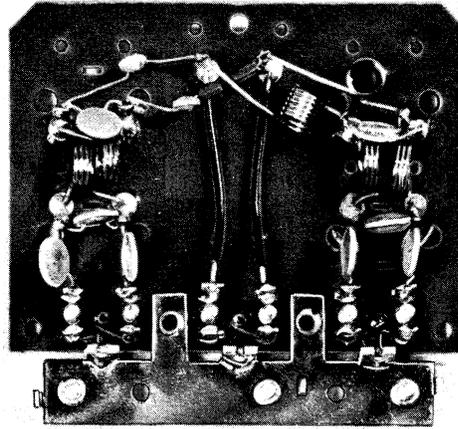

Bild 17. Aufbau des Fuba-Antennen-Kombinationsfilters AKF 031/1-9
8.42. Für das Band III haben andere Schaltungsarten recht wirkungsvolle Kanalfilter ergeben. Erwähnt sei hier das Fuba-Antennenkombinationsfilter AKF 031/1-9 (Bild 17). Dieses Filter, dessen Schaltung, Dämpfungs- und Anpassungsverlauf in den Bildern 18, 19 und 20 wiedergegeben ist, steht in neun Variationen (eins für Band I und acht für Band III) zur Verfügung, so daß jegliche Antennenkombination im Band III möglich ist.